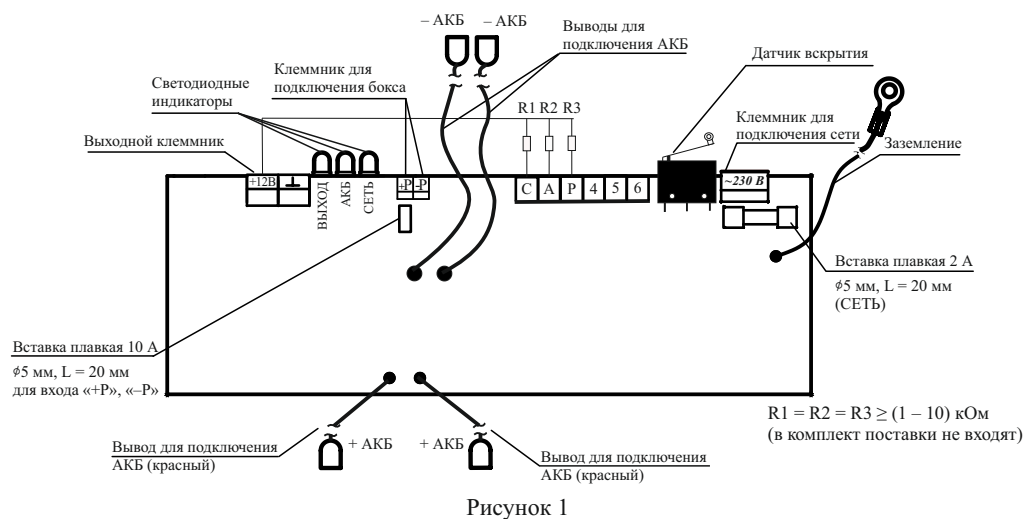

Рисунок 1
При закрытии крышки источника питания срабатывает концевой выключатель, который производит изменение состояния на клеммах «4», «5» и «6» (рисунок 1). При нажатии рычага концевого выключателя контакты «4» и «5» замкнуты, а «4» и «6» разомкнуты. При открытой крышке контакты «4» и «5» разомкнуты, а «4» и «6» замкнуты.
- 6.4 Для подключения источника следует использовать провода с максимальным сечением согласно п. 2.17. Подключение источника (рисунок 1) производить в следующей последовательности: